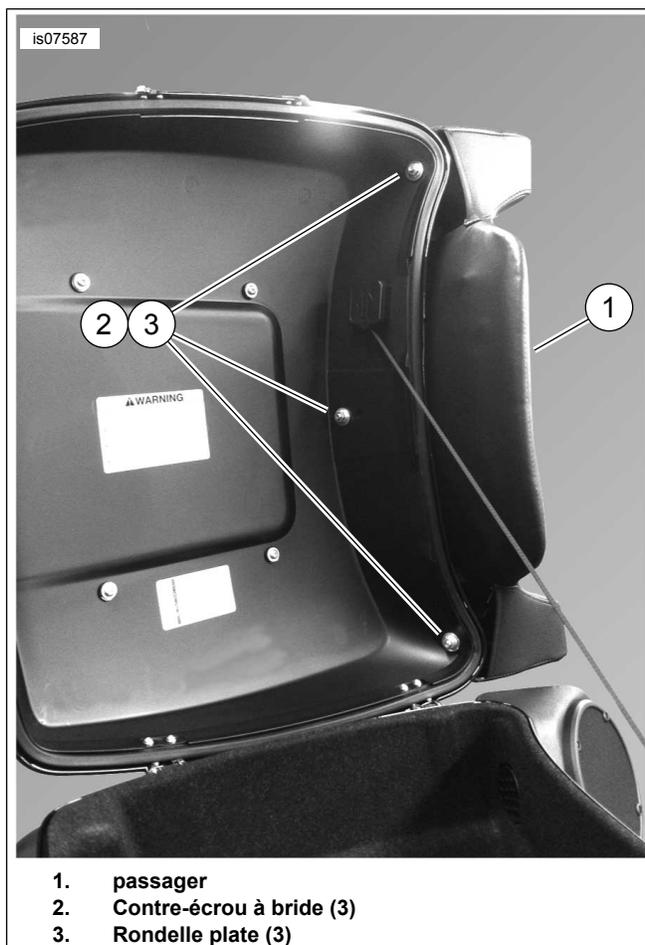

Figure 3. Dossier monté sur le couvercle du Tour-Pak King
1. Voir la figure 3. Aligner les trois goujons du dossiereret (1) avec les trous percés dans le couvercle Tour-Pak.
2. Serrer à la main avec les écrous à collerette (2) et les rondelles plates (3) du kit.
4. Serrer les écrous à collerette (2).